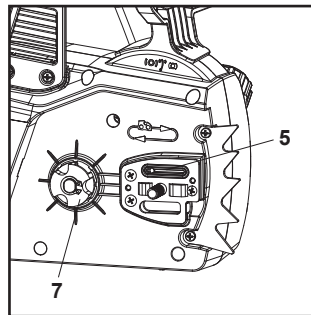

Fig. 37
1. La espada (9) y la cadena (8) se desmontan en el orden inverso del proceso de montaje.
2. Compruebe el puerto de lubricación (5) por si estuviera atascado, y límpielo si es necesario para garantizar una lubricación adecuada de la espada y la cadena durante el uso de la herramienta. Utilice un alambre blando lo suficientemente pequeño para poder insertarlo en el orificio de descarga de aceite (Fig. 37).